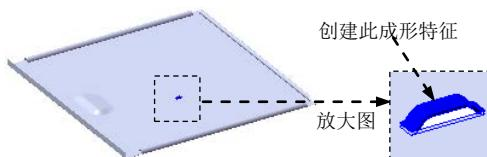
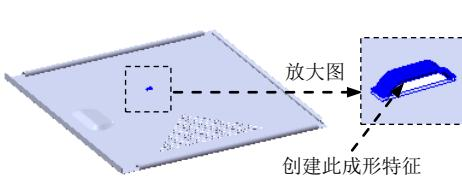

图 17.12.40 创建成形特征 2
图 17.12.45 创建成形特征 3
Step13. 创建图 17.12.40 所示的成形特征 2。
(1) 单击任务窗格中的“设计库”按钮, 打开“设计库”对话框。
(2) 单击“设计库”对话框中的 ch17 节点，在设计库下部的列表框中选择“case_shaped_tool_10”文件并拖动到图 17.12.40 所示的平面，在系统弹出的“成形工具特征”对话框中单击 按钮。
- (3) 定义阵列布局。在 **阵列布局(O)** 区域中选中“穿孔”按钮 ，在 (实例间距) 文本框中输入 12，在 (交错断续角度) 文本框中输入 45，在 (边距) 文本框中输入 0。
- (4) 定义要阵列的特征。选中 **要阵列的特征(E)** 区域中 **所选特征(U)** 单选框，单击 后的区域，选取 Step13 创建的成形特征 2。
- (5) 单击 按钮，完成填充阵列 1 的创建。
Step16. 创建图 17.12.45 所示的成形特征 3。
- (1) 单击任务窗格中的“设计库”按钮 ，打开“设计库”对话框。
- (2) 单击“设计库”对话框中的 ch17 节点，在设计库下部的列表框中选择“case_shaped_tool_10”文件并拖动到图 17.12.40 所示的平面，在系统弹出的“成形工具特征”对话框中单击 按钮。